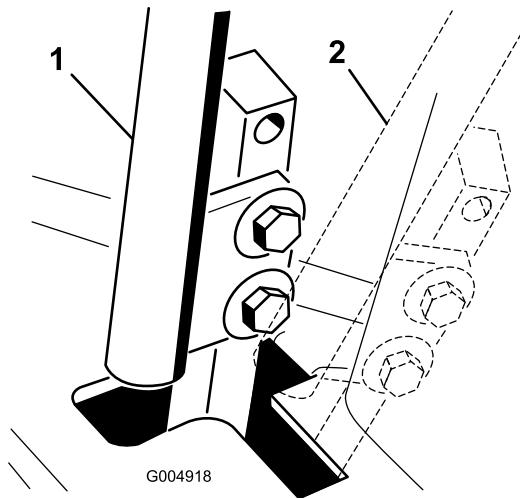

Bild 63
4. Schieben Sie einen der Hebel in die neutrale, jedoch **nicht gesperrte** Stellung (Bild 63).
6. Prüfen Sie, dass der Fahrantriebshebel relativ zur Kerbe im Armaturenbrett ist (Bild 63). Er sollte zentriert sein, so dass der Hebel nach außen in die gesperrte Neutralstellung gedreht werden kann.